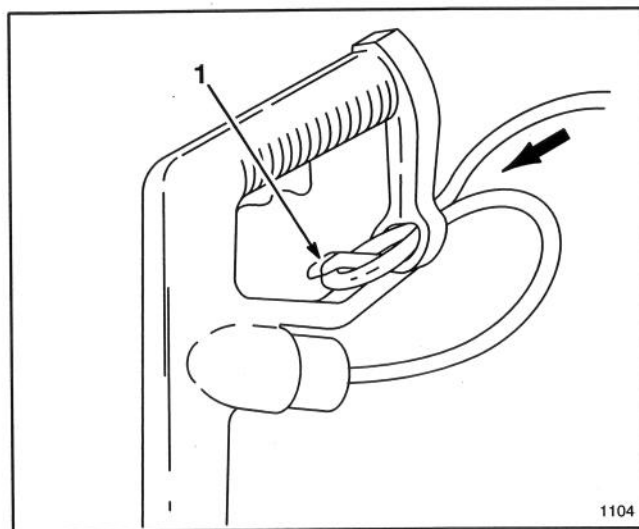

Figure 12
2. Former une boucle avec le cordon prolongateur et l'insérer dans la fente à l'arrière de la poignée supérieure (Fig. 12).
3. Bloquer le cordon prolongateur comme indiqué à la figure 12.